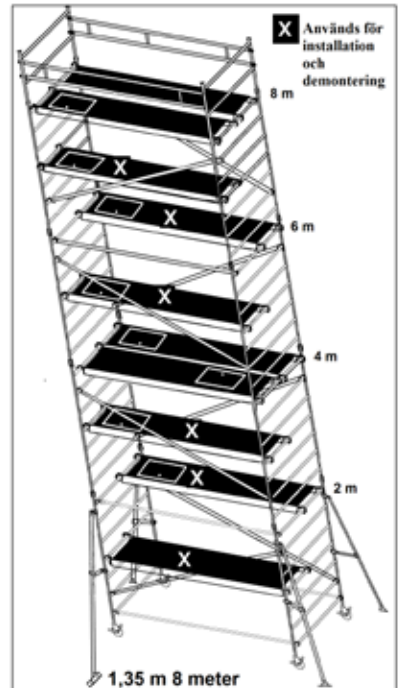

Fig.17
6. Om byggnadsställning ställs utomhus max. 8 meter fig. 17 måste ställas in 3 mellan moduler, vilket också är max. höjden på byggnadsställningar utomhus. Byggnadsställningen kan installeras inomhus till en höjd av 10 meter, se fig. 17:e